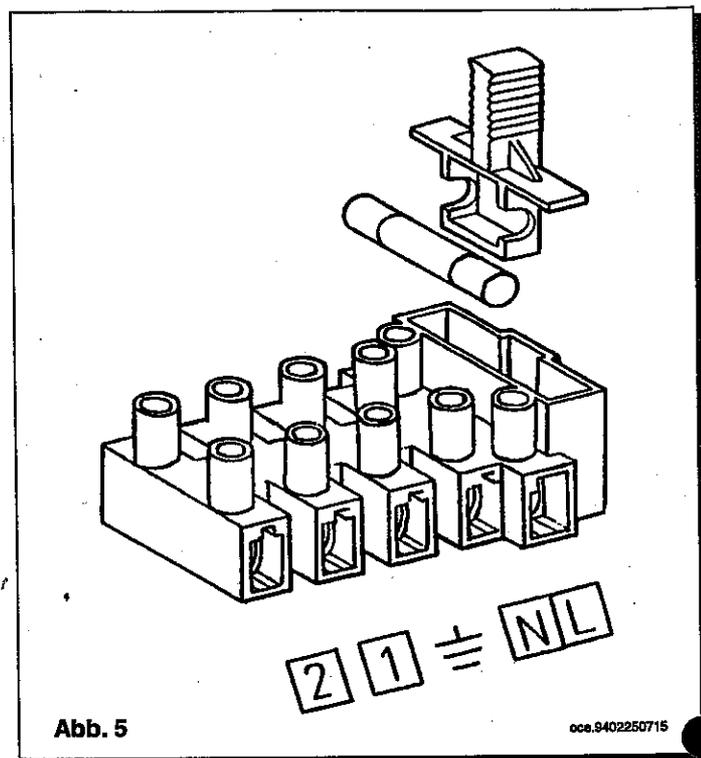

Abb. 5
- * das Speiseklemmenbrett (Abb. 5), wie im vorhergehenden Kapitel beschrieben, erreichen;
- * die Brücke auf den Klemmen (1) und (2) entfernen;